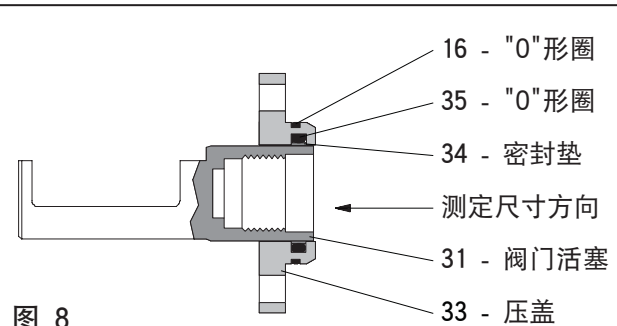

图 8
11. 将“O”型圈 (16和41) 安装到压盖 (39) 上。
12. 对马达头组件 (19) 的孔涂抹润滑脂, 然后扭转压盖组件 (39), 将其插入马达头组件 (19) 的孔中。
13. 将密封件 (39) 和马达头组件 (19) 的孔对齐, 并用四个螺丝 (22) 固定。
14. 将“O”型圈 (21) 安装到马达头组件 (19) 上。
15. 将加长杆 (36) 推入马达头组件 (19) 底座的“O”型圈 (41) 中。
16. 将马达头组件 (19) 向下按, 使其安装在气缸 (28) 和管组件 (29) 上。
17. 将四个螺栓 (42) 插入马达头组件 (19) 和底座组件 (30) 的法兰孔中。
18. 将四个螺母 (47) 拧在螺栓 (42) 上, 交替均匀地拧紧四个螺母 (47)。
19. 将“U”型杯 (20) 安装到接头 (38), 杯口向下, 对准接头较厚的法兰。
20. 将“O”型圈 (35 和 16) 安装到压盖 (33) 上。
21. 将密封件 (34) 弯折成心形 (如下图 7 所示), 然后将其安装在压盖 (33) 中, 使之靠近“O”型圈 (35) (如下图 8 所示)。
22. 小心将阀门活塞 (31) 推入密封件 (33), 以确定密封件 (34) 的尺寸 (如下图8所示)。确定尺寸后, 将阀门活塞从密封件上拆除。